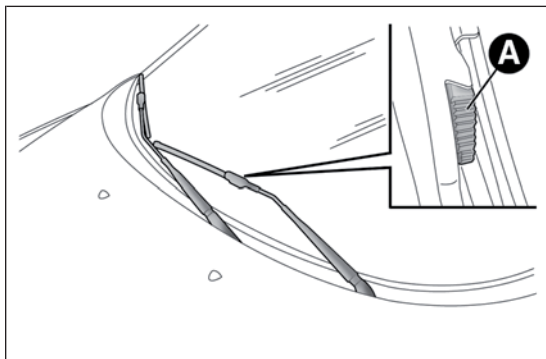

РИС. 168
- поднимите рычаг стеклоочистителя, нажмите на рычажок А РИС. 168 запорной пружины и снимите щетку с рычага;